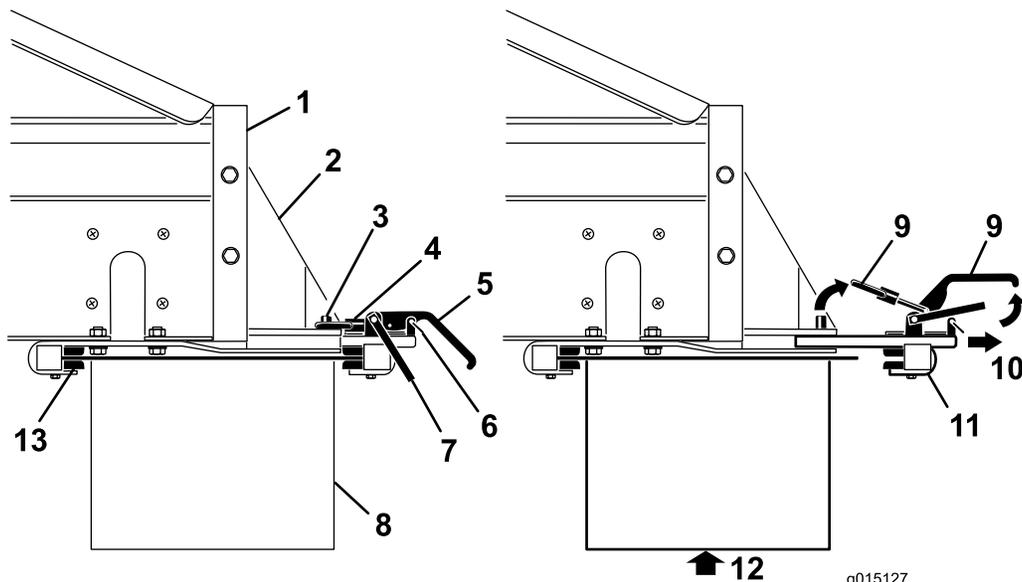

図 37
6. 誰かに補助してもらってクロスコンベア/スイベルを持ち上げ、その前端を MH-400 の下にある前クランプブラケットにセットする（図 37）。
7. クロスコンベア/スイベルを保持したまま、後クランプアセンブリをクイックアタッチスロットに戻し、クロスコンベア/スイベル後端部にセットする（図 37）。
9. クランプのハンドルに、安全ラッチクリップを元通りに取り付ける（図 37）。